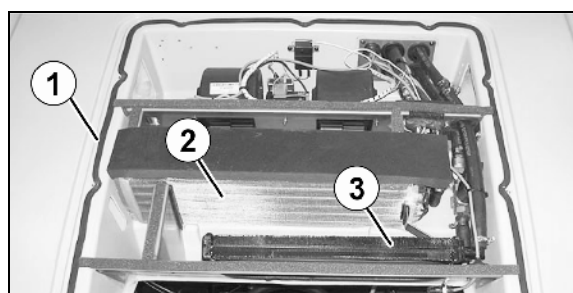

Рис. 171
2. Очистите испаритель (Рис. 171/2) и радиатор горячей воды (Рис. 171/3) при помощи сжатого воздуха (макс. 5 бар).
3. Замените поврежденные уплотнения (Рис. 171/1) под крышкой.